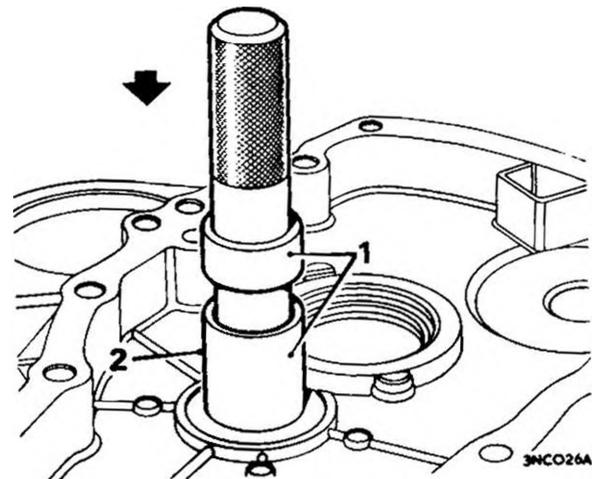

Fig. F.26
51. Rimontare il cuscinetto dell'ingranaggio intermedio servendosi dell'attrezzo 18G 1126 munito del manicotto esterno. La profondità di penetrazione del cuscinetto nella scatola del volano è determinata dal manicotto dell'attrezzo. Fig. F.26.